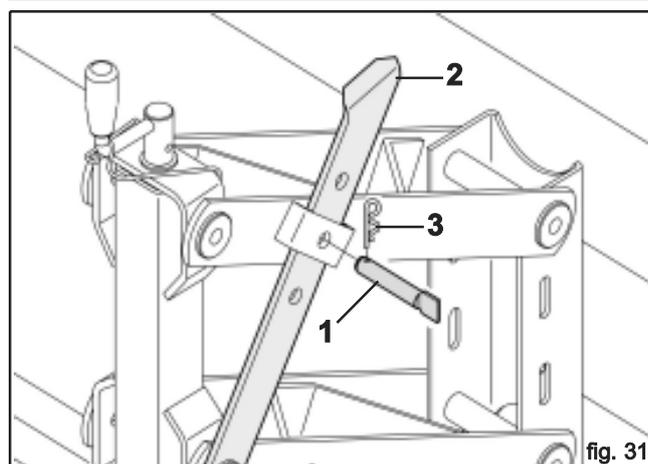

fig. 31
Um ein Jäthackenelement auszuschließen, ist dasselbe anzuheben und dann ist der mitgelieferte Stift (1) in das mittlere Loch zu stecken (Abb. 31).